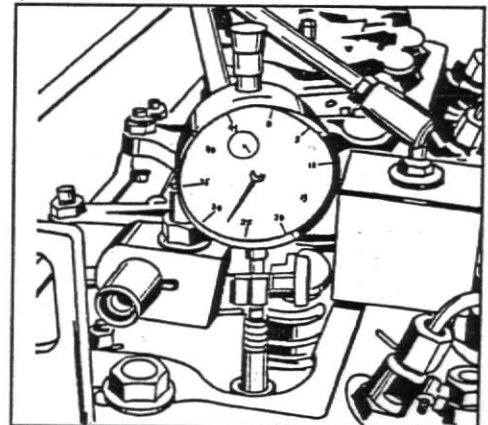

Fig. 22
4. Deixe a válvula apoiar-se sobre o êmbolo. Posicione o relógio microcomparador de base magnética na face superior da haste da válvula, fig.22.